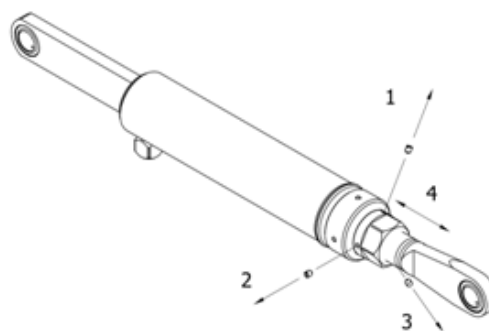

Bild 27. Justering av cylinderlängd
2. Skruva bort låsskruvarna (pos. 1, 2, 3, se Bild 27).
3. Vrid muttern (pos 4, se Bild 27) för att justera cylinderlängden och positionen på bryggan. Använd ZEPRO verktyg art. no. 59693 (60 mm). Justera alltid båda cylindrarna.